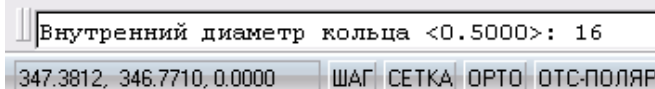

Рис. 1.20
**Ваш ответ:** Ввести размер внутреннего диаметра **16** и нажать **Enter** (рис. 1.20).